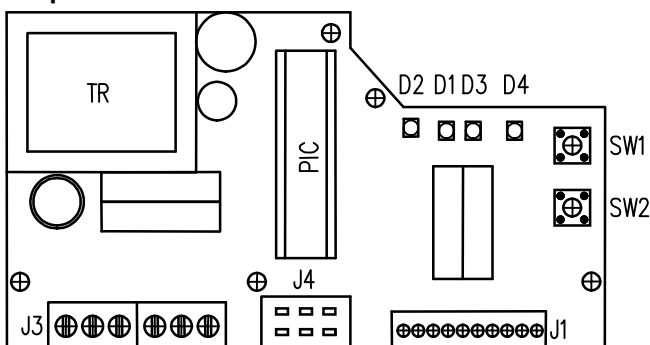

Рис. 13
4.8 Настройка регулятора положения (Рис.13)
Размещение устанавливаемых и сигнализирующих элементов на доске регулятора REGADA находится на **рис.13**: